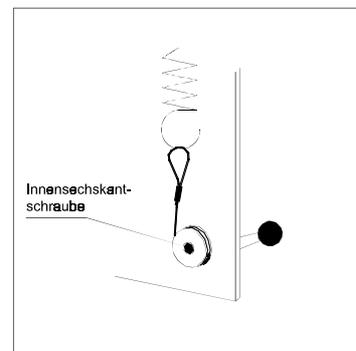

Bild 6-1 Seil 1
- Seil 1 (Einstellhebel, Rückzugkraft → Zugfeder) (Bild 6-1)